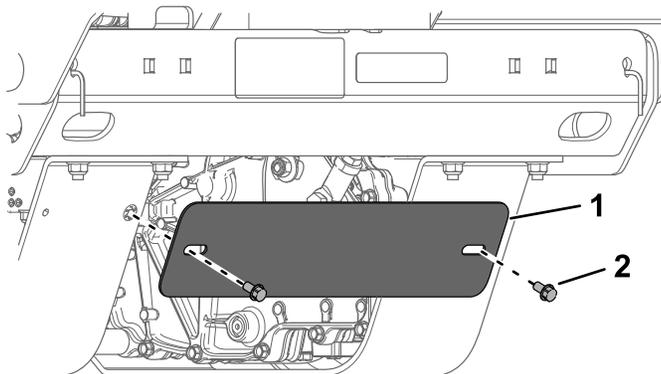

Рисунок 63
4. Отверните 2 болта и снимите защитную пластину (Рисунок 63).
9. Установите защитную пластину (Рисунок 63).